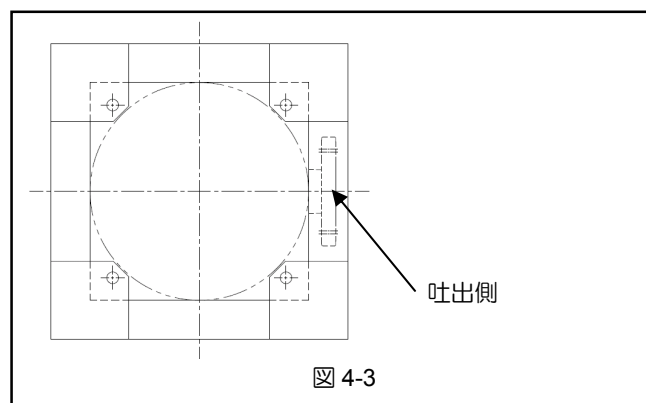

図 4-3
- (3) 吐出管側にはアングルを渡さないでください。図 4-3 のようにアングルがあると吐出フランジが接触して、取付けできません。